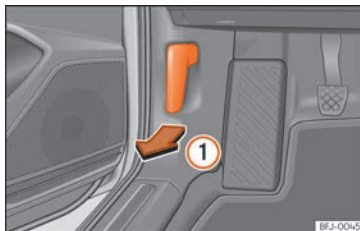

Abb. 220 Entriegelungshebel im Fahrerfußraum.
- Öffnen Sie die Tür und ziehen Sie an dem Hebel unterhalb der Instrumententafel » Abb. 220 ①.